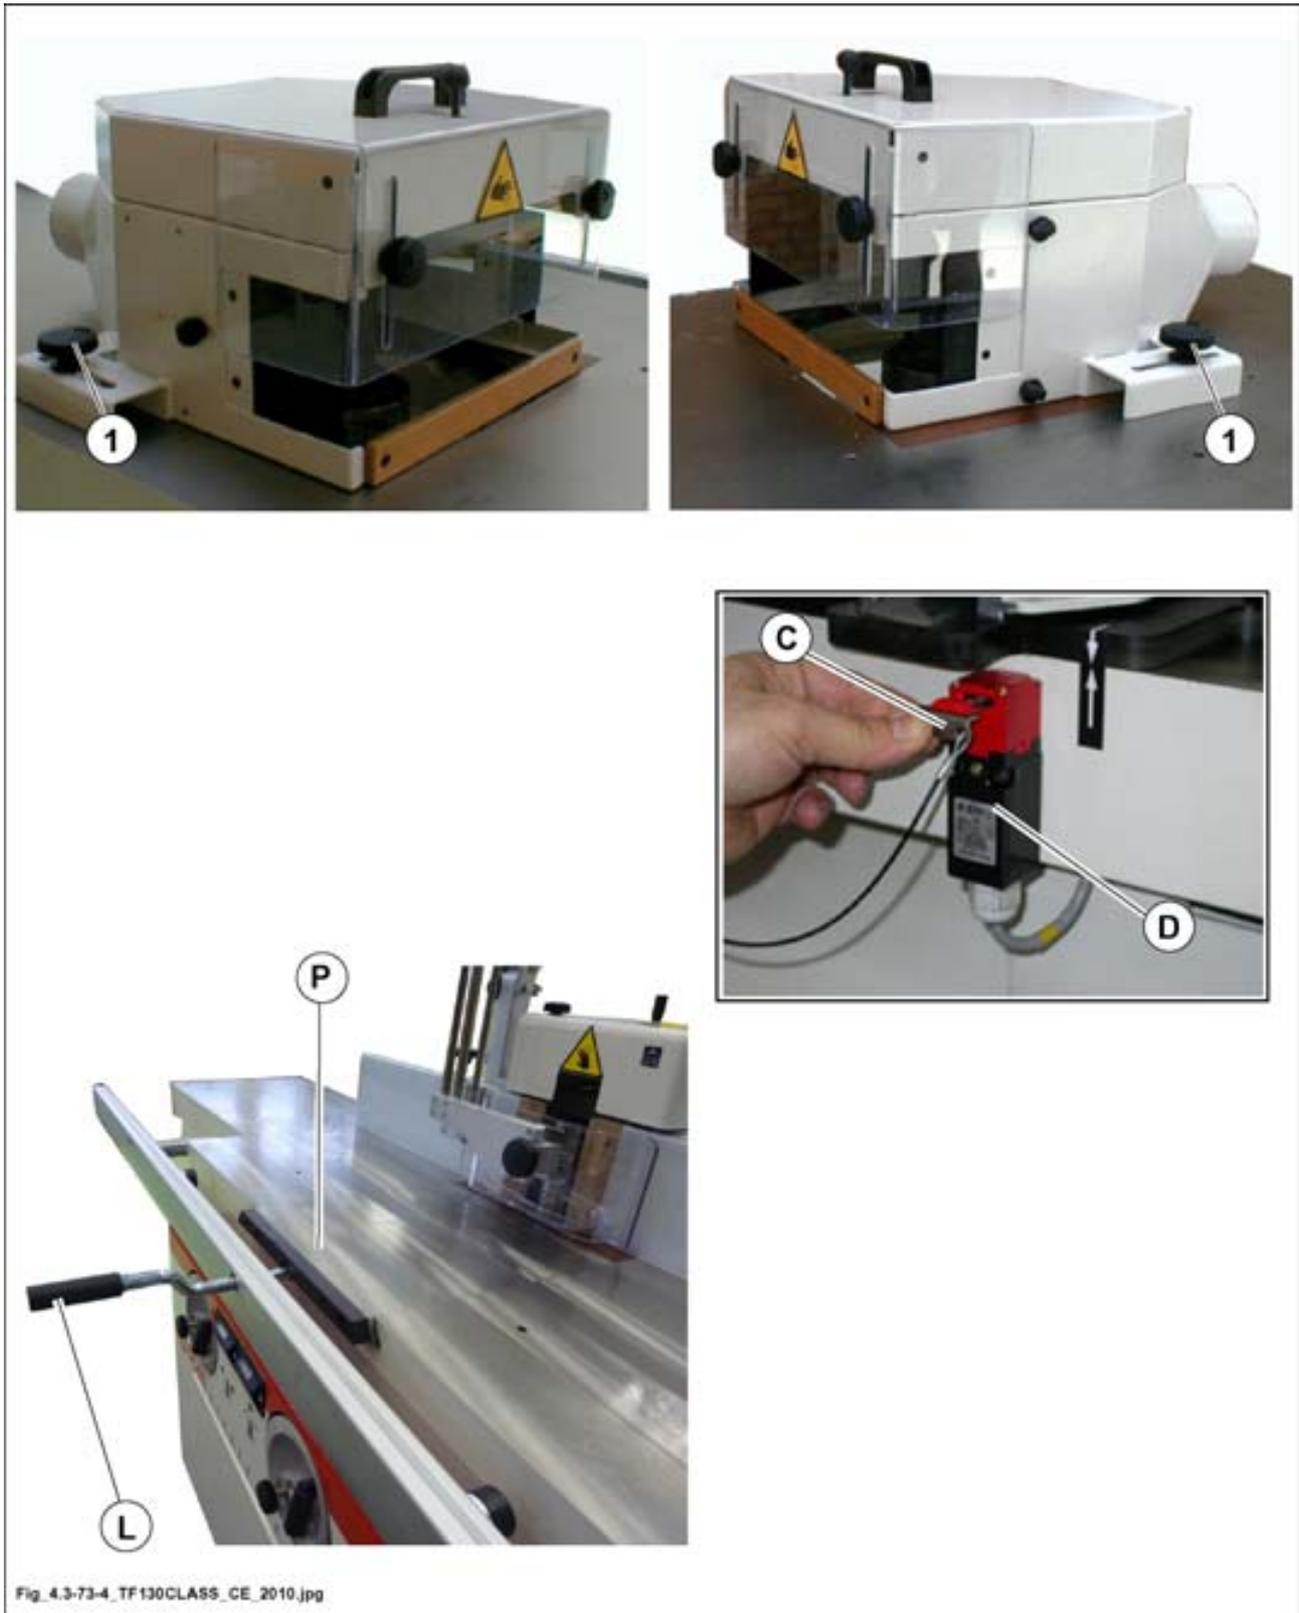

Fig. 4.3-73-4
- Introduire la clé (C fig. 4.3-73-4) dans le micro-interrupteur (D fig. 4.3-73-4).